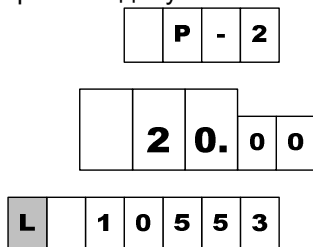

Рисунок 5
8.6 Предусмотрен просмотр на табло значений суммарного счетчика рукава в строке указателя стоимости с мигающим символом "L" в старшем разряде. В строке цены за литр отображается порядковый номер рукава и символы "P -" (рисунок 5). В случае многорукавной колонки, чтобы просмотреть на табло значения суммарных счетчиков других рукавов стороны, необходимо снять раздаточный кран интересующего рукава. В этом режиме допускается выдача топлива.